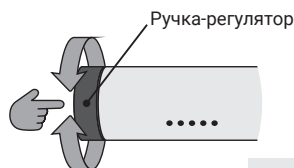

Рис.7
5.1. При нажатии на поворотный элемент (ручку-регулятор) происходит последовательное переключение между режимами (Таймер | Экстра сушка | Температура). Вращение ручки-регулятора позволяет задавать необходимые параметры температуры или времени в выбранном режиме (рис. 7).
5.3. Поворот ручки регулятора (рис. 7) по часовой стрелке включает изделие в режиме нагрева с регулировкой температуры: